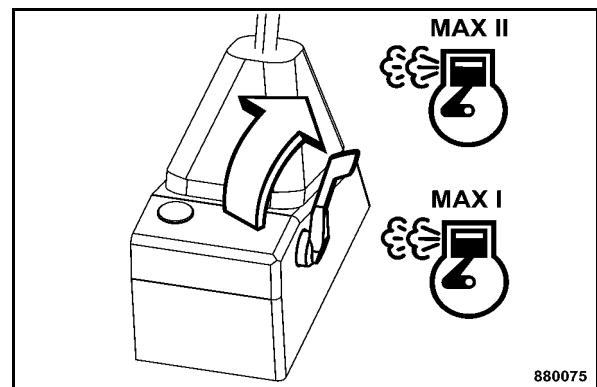

Fig. 77
- Déplacer le levier de réglage du régime (Fig. 77) sur position "MAX I" ou "MAX II".